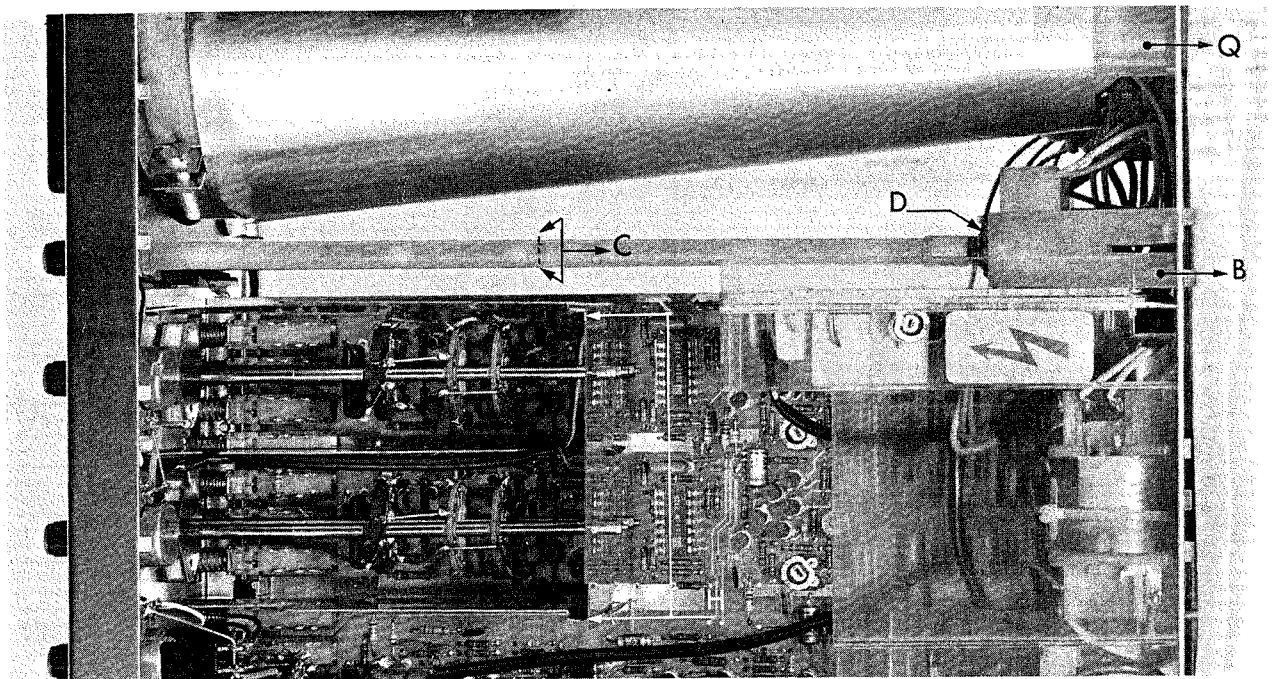

Fig. 2.6. Démontage
- Fier sauter les étriers plastique B (Fig. 2.6.) par les trous du panneau arrière.
- Tourner et tirer simultanément l'axe C (Fig. 2.6.) jusqu'à ce son extrémité soit aligné avec le trou (comme une clé).
- Dévisser l'écrou hexagonal D (Fig. 2.6.) afin de déposer le potentiomètre.
- Déboîter les plaquettes latérales de blindage de l'atténuateur en enfonçant la plaquette arrière (H) sur le flanc supérieur (voir Fig. 2.6.).
- Faire sauter les deux coses nylon Q (voir Fig. 2.6.) arrière du tube, vers l'intérieur et tout en prêtant une attention particulière à l'écran métallique faire passer le t.r.c. par le panneau avant suffisamment que pour permettre la dépose du connecteur de base (pousser sur l'étrier nylon le cas échéant).